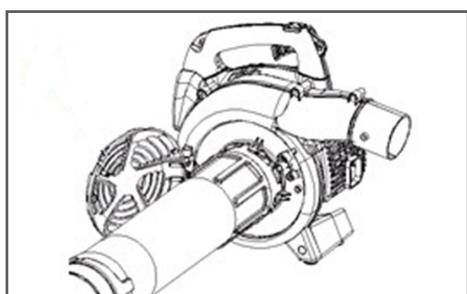

Рис. 7 Установка всасывающих труб
- Открыть крышку вентилятора 1 (Рис. 7) и установить всасывающую трубу D на устройство.